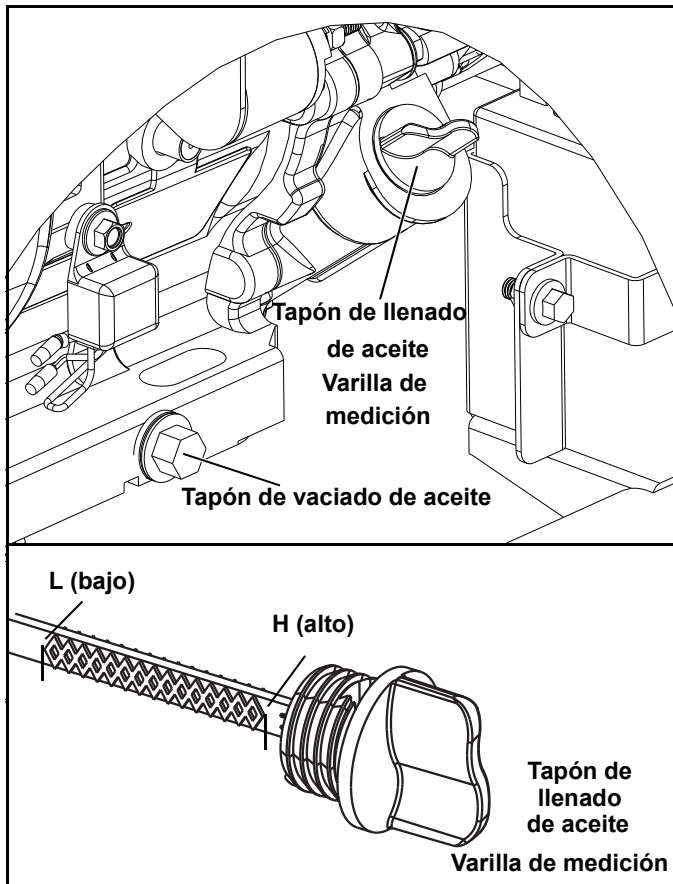

Figura 4-1. Ubicaciones de vaciado y llenado de aceite
1. Limpie la zona alrededor del tapón de llenado/varilla de medición del aceite. Vea la Figura 4-1.